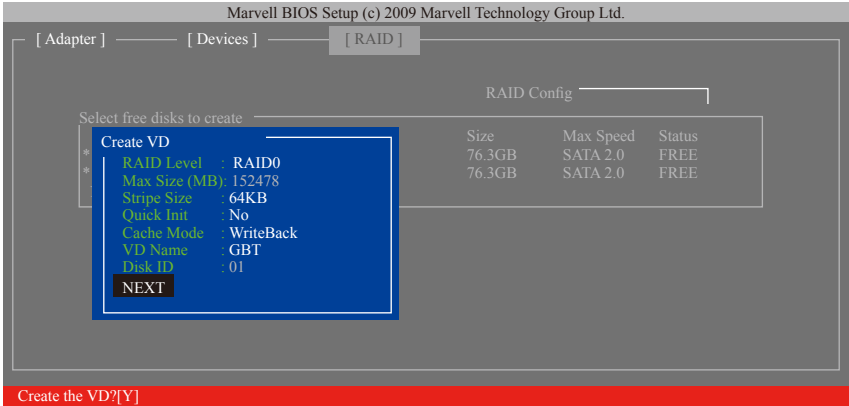

图7
- 6. **NEXT：**完成以上设定请至「NEXT」项目按<Enter>键。当确认信息出现时，确定制作磁盘阵列请按<Y>，取消请按<N> (图7)。